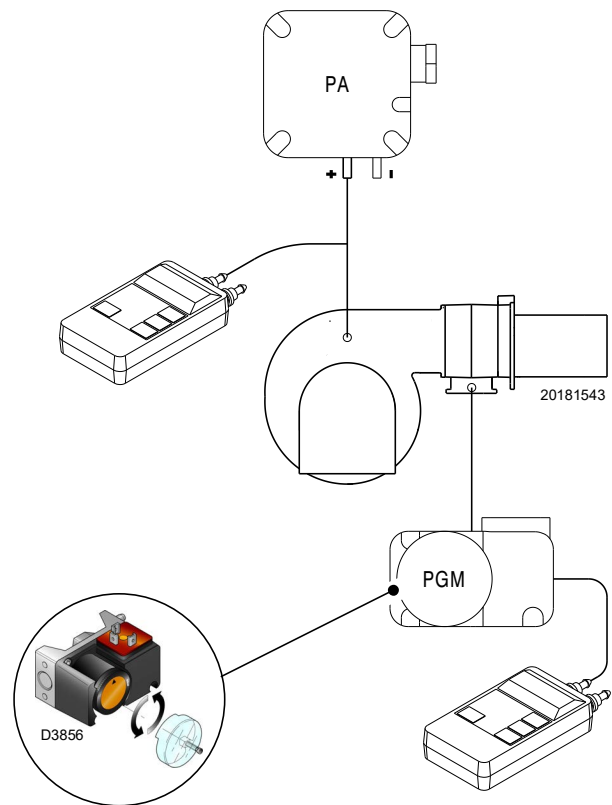

Fig. 29
- Regular el presostato gas de máxima (Fig. 29 a pag. 34) al final de la escala.
Después de haber efectuado todas las demás regulaciones del quemador, con el presostato gas de máxima regulado al final de la escala, efectuar la regulación del presostato gas de máxima, (Fig. 29).